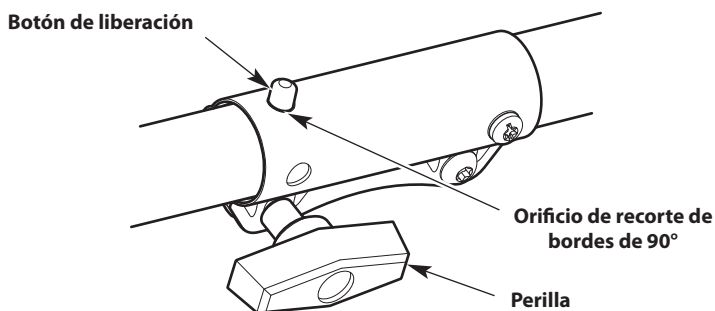

Fig. 21
1. Gire la perilla en el sentido contrario a las agujas del reloj para aflojar el acoplador (Fig. 21).
2. Oprima y mantenga apretado el botón de liberación (Fig. 21).
3. Rote el accesorio hasta que el botón de liberación entre a presión firmemente dentro del orificio de rebordes de 90° (Fig. 21).
4. Gire la perilla en el sentido de las agujas del reloj para apretar el acoplador (Fig. 21).